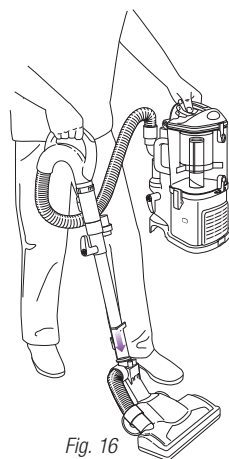

Fig. 16
- 2 Coloque cualquiera de las boquillas para piso al final del tubo de extensión. (Fig. 16)